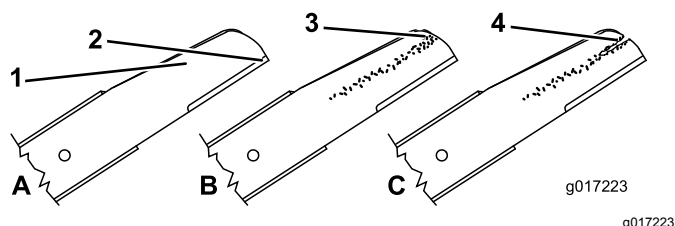

Bild 42
- Untersuchen Sie die Schnittkanten (Bild 42). Bauen Sie die Schnittmesser aus und schärfen oder tauschen sie aus, wenn die Kanten nicht scharf sind oder Kerben aufweisen.
- Prüfen Sie die Schnittmesser, insbesondere den gebogenen Bereich (Bild 42). Wenn Sie Schäden, Verschleiß oder Rillenbildung in